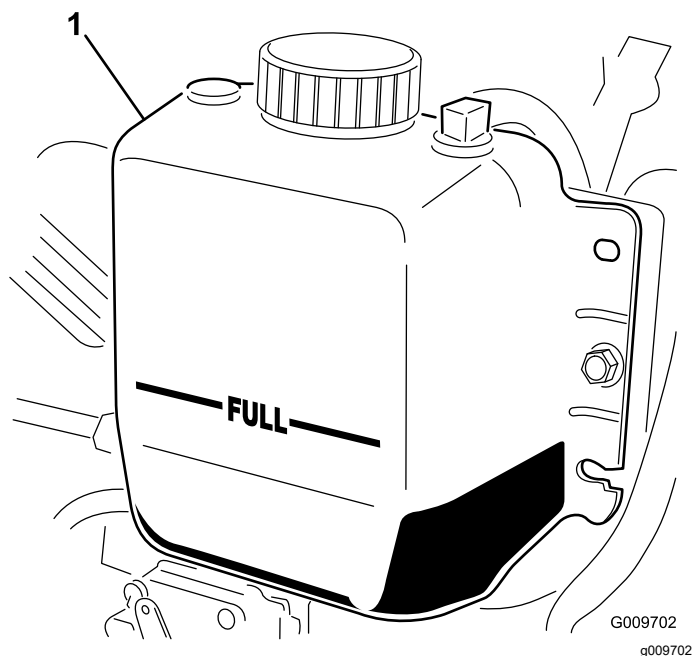

Рисунок 77
3. Проверьте уровень охлаждающей жидкости в радиаторе. Радиатор должен быть заполнен до верха заливной горловины, а расширительный бачок — до метки FULL (Полный) (Рисунок 77).